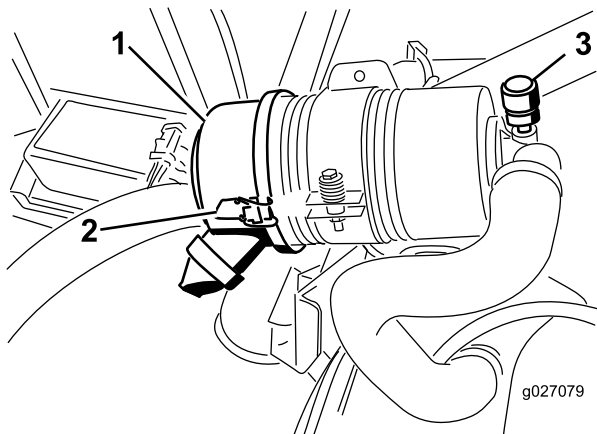

Figure 53
Faites l'entretien du filtre à air uniquement quand l'indicateur de colmatage (Figure 53) indique que cela est nécessaire. Changer le filtre à air prématurément ne fait qu'accroître le risque de contamination du moteur par des impuretés quand le filtre est déposé.
1. Desserrez les attaches qui fixent le couvercle sur le boîtier du filtre à air (Figure 53).